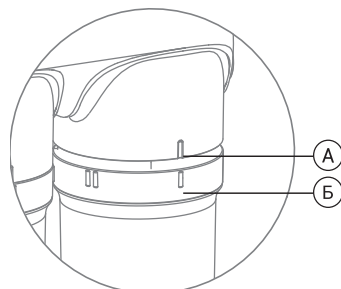

Рис. 7
4. В этом положении вставьте картридж с небольшим усилием до щелчка (рис. 7).